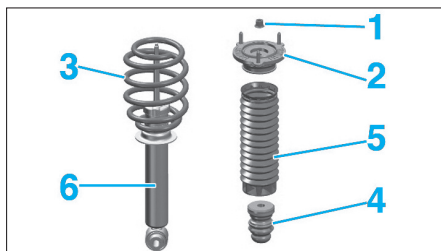

Fig. 10
- l'écrou (1) (Fig.10).
- la coupelle (2).
- Décompresser puis dégager le ressort (3).
- la butée (4),
- le soufflet de protection (5),
- Déposer l'amortisseur (6) de l'étau.